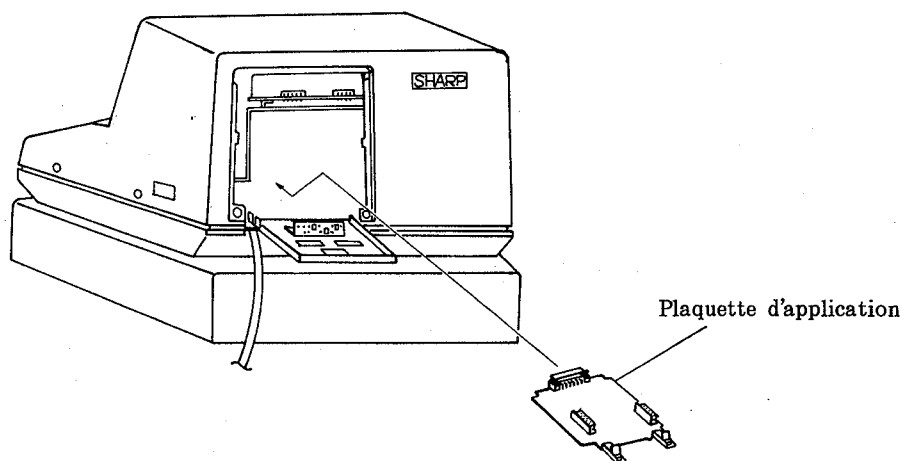
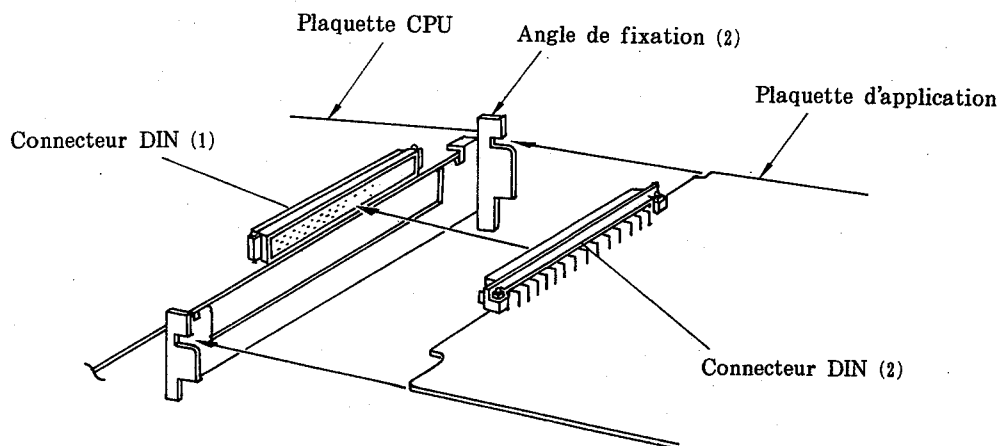

Fig. 8
Fig. 9
- (7) Raccorder la plaquette d'application (et la plaquette de mémorisation supplémentaire) à la plaquette CPU (unité centrale de traitement).
- a) Insérer la plaquette d'application dans le bâti (Fig. 8) et la fixer à l'angle de fixation (2) (2 positions). (Voir la Fig. 9.)